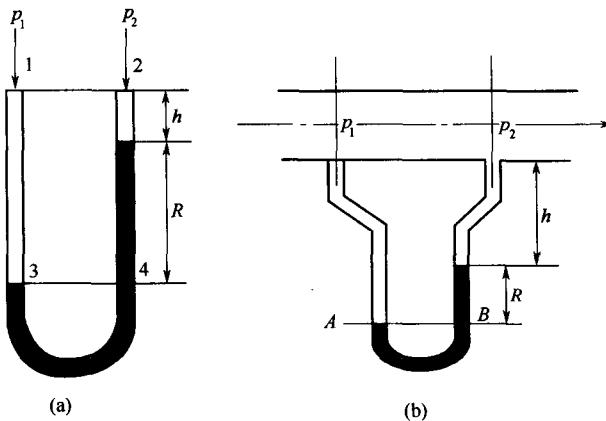

图 1-6 U形管压差计
(1) 构造 U形管压差计的结构如图 1-6 (a) 所示。带有刻度的 U形透明玻璃管，内装指示液。指示液与被测流体不互溶，不发生化学反应，密度一般要大于被测流体的密度。常用的指示液有汞、水、四氯化碳等。
(2) 测压原理 将 U形管压差计的两端连接到测压系统中，如图 1-6 (b) 所示。由于 U形管两端所受压力不相等 ( $p_1 > p_2$ )，所以在 U形管的两侧出现指示液的高度差  $R$ ， $R$  就称为 U形管压差计的读数。读数的大小与被测压差有关，即